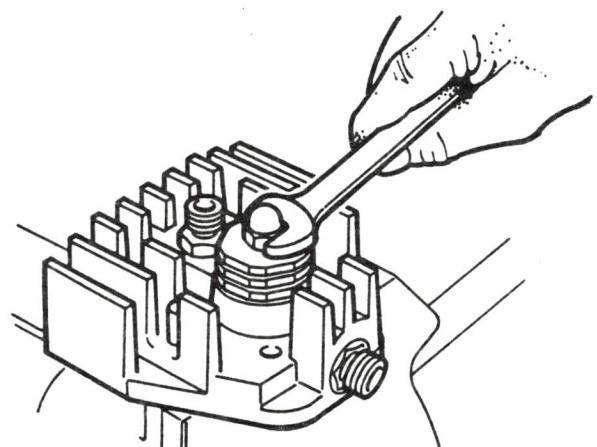

Bild 21 Hutmutter abschrauben
- Hutmutter abschrauben (Bild 21).